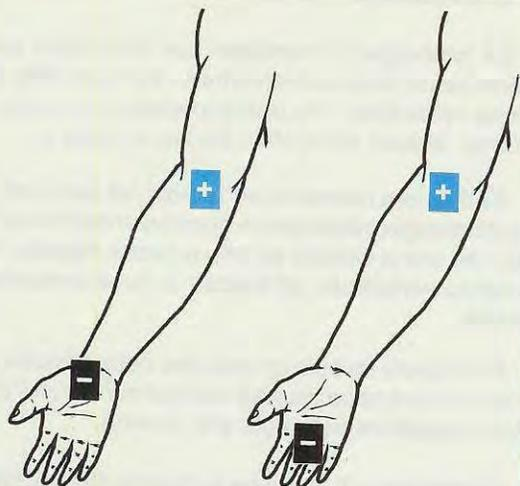

Fig.20 ARTROSI delle METACARPO-FALANGEE: per alleviare questo dolore applicate le due placche come qui illustrato.
6) Artrosi delle Metacarpo-Falangee (Fig. 20)